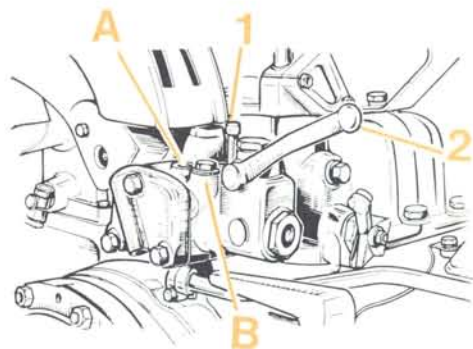
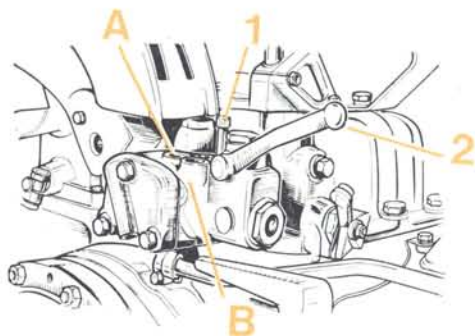

FIG. 30
FIG. 31
a) branchement simple effet (fig. 30)
- Desserrer la vis de barrage (1) ;
- En levant la manette (2) on provoque la sortie du vérin et inversement.
b) branchement double effet (fig. 31)
- Serrer à fond la vis de barrage (1) ;
- En levant la manette (2) on provoque la sortie du vérin et inversement pour la rentrée de la tige qui s'effectue cette fois sous pression d'huile.